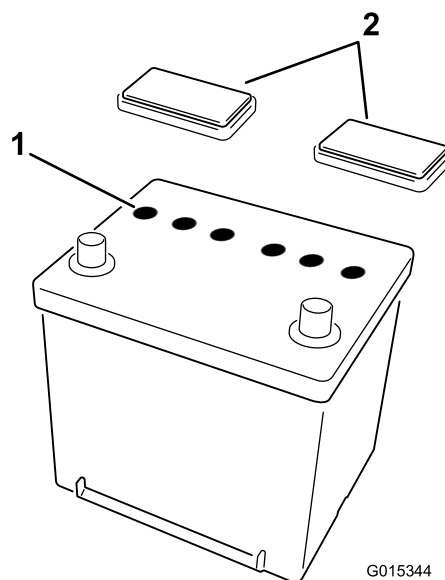

Figura 1
2. Retire as tampas de ventilação da bateria (Figura 1). Encha cuidadosamente cada célula com electrólito até as placas estarem cobertas com cerca de 6 mm de fluido.
3. Aguarde aproximadamente 20 a 30 minutos para que as placas fiquem embebidas em electrólito. Se necessário, volte a colocar electrólito até ficar cerca de 6 mm acima do fundo do depósito de enchimento (Figura 1).